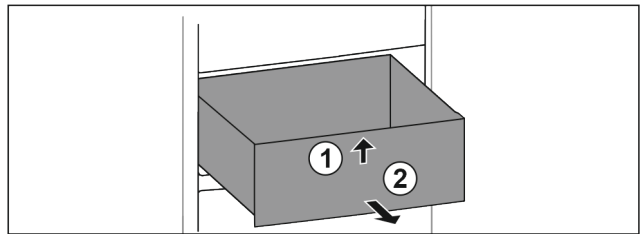

Fig. 120
- ▶ Sollevare il cassetto dal davanti. Fig. 120 (1)
- ▶ Rimuovere il cassetto tirandolo in avanti. Fig. 120 (2)